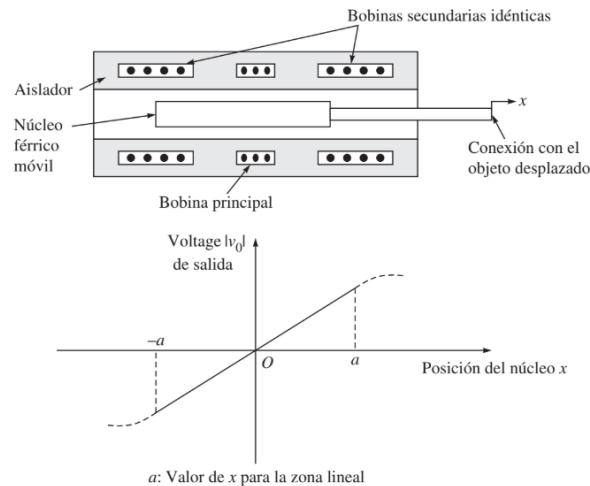

Figura 4: Esquema de funcionamiento de un LVDT.
- **LVDT:** El transformador diferencial lineal variable (LVDT) es un sensor de desplazamiento altamente preciso y confiable. Funciona con una señal de corriente alterna (CA), generando un voltaje proporcional al desplazamiento del núcleo móvil dentro de un campo magnético. Su estructura incluye un núcleo central rodeado por bobinas secundarias y una bobina primaria que crea el campo magnético. A medida que el núcleo se mueve, la señal de salida cambia de manera lineal con el desplazamiento. También existe el transformador diferencial rotativo (RVDT), que opera con el mismo principio pero para movimientos angulares. Su principio de funcionamiento es basado en la inducción electromagnética. En el esquema de la Figura 4, se observa un núcleo ferromagnético móvil que se desplaza dentro de un conjunto de bobinas:
- **Bobina primaria (L_p):** Recibe una señal de excitación en corriente alterna (CA) y genera un campo magnético.